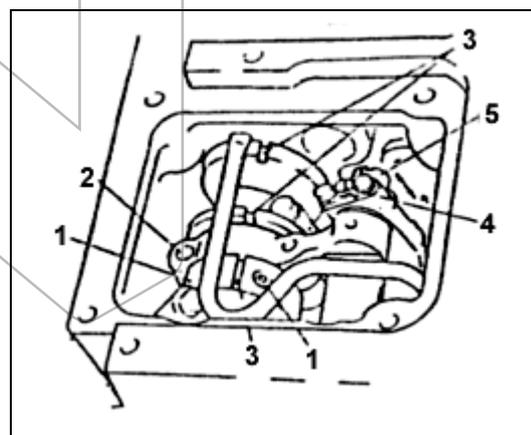

Fig. 45
Afrouxe o parafuso (1) e alinhe o excêntrico (2) até a ranhura do eixo da manivela (3) (fig. 45).
O ajuste pode ser feito de acordo com o tamanho das agulhas, solte o parafuso (4) e gire o parafuso (5) no sentido horário para diminuir a movimentação do looper, ou gire o parafuso no sentido anti-horário para aumentar o movimento (fig. 45).